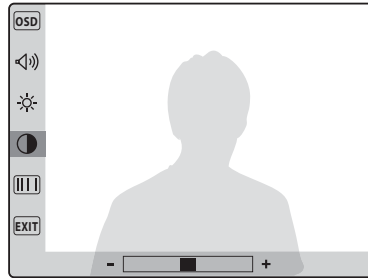

Fig.3b
- Il contrasto (8 livelli Fig.3b);
- The picture contrast (8 levels Fig.3b);